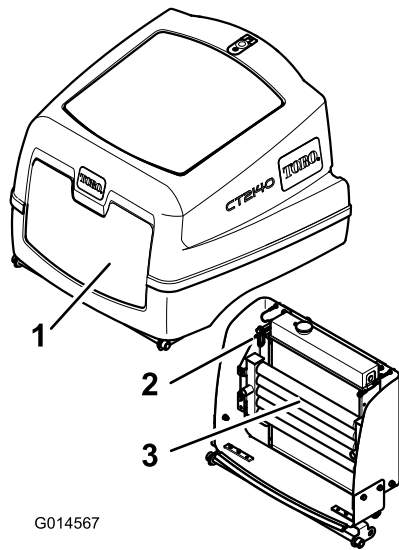

Figura 58
4. Sbloccate il fermo e aprite il coperchio del motore (Figura 58).